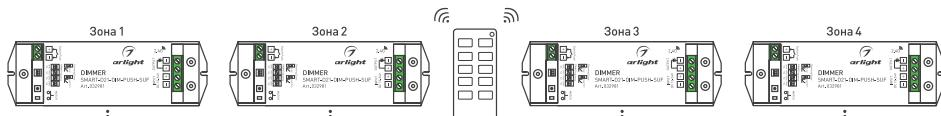

Рисунок 3. Вариант построения системы с 4-зональным пультом дистанционного управления
3.11. При использовании многозонных пультов ДУ или панелей можно построить разветвленную систему управления (рисунок 3).